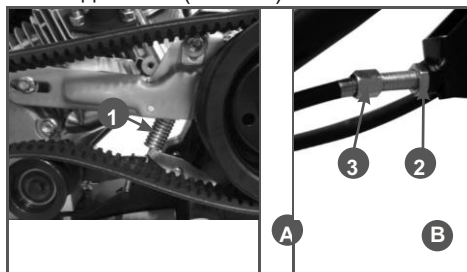

Рис. 4 Регулировка троса сцепления
Трос сцепления должен быть отрегулирован так, чтобы при полностью нажатом рычаге сцепления пружина троса сцепления была растянута на 0,5-1 см (Рис. 4А).
Если ход троса сцепления не соответствует рекомендациям, ослабьте стопорную гайку (1) и закрутите или выкрутите регулировочную гайку (2) при необходимости (Рис. 4В).